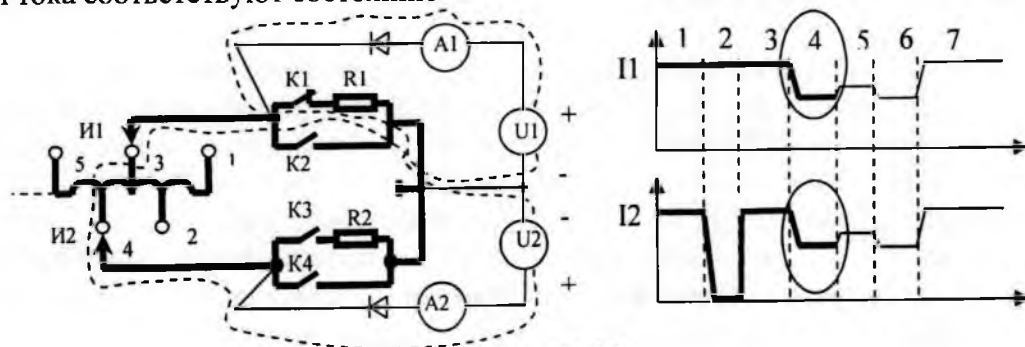

Рис. 11.33
3. Размыкается контакт К2, вызывая изменение токов, измеряемых амперметрами А1 и А2 (рис.11.33.) Нейтраль присоединена к отводу трансформатора через ограничивающий резистор. Графики тока соответствуют состоянию 4.